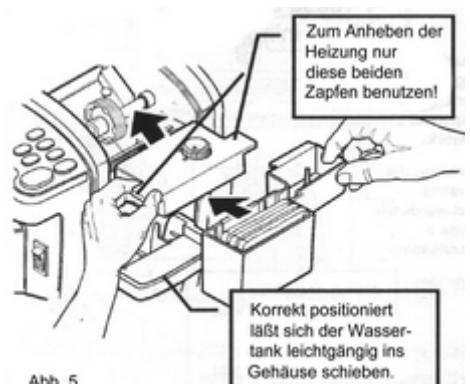

Abb. 5
- Levantar ligeiramente o aquecimento superior e colocar o depósito de água (ver fig. 5).